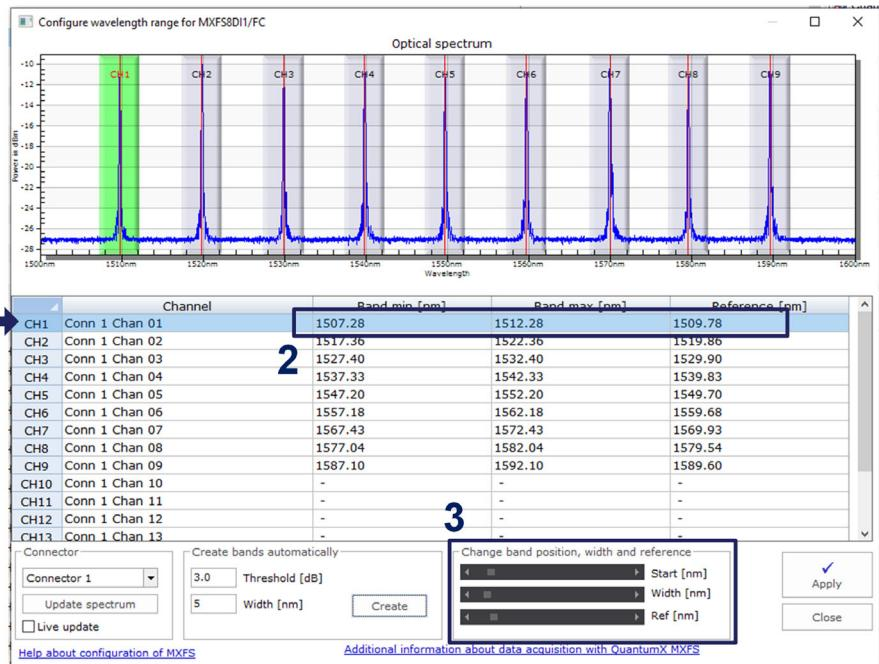

图5.12 调整波段
- ▶ 选择所需的通道线（线在表中以蓝色高亮显示，波段在图中以绿色高亮显示），如 中 1图5.12号所示。
- ▶ 在表中填写最小波段值、最大波段值和参考波长，如 中 2图5.12号所示。
- ▶ 或用底部的滚动条调整最小波段值、最大波段值和参考波长，如 中 3图5.12号所示。